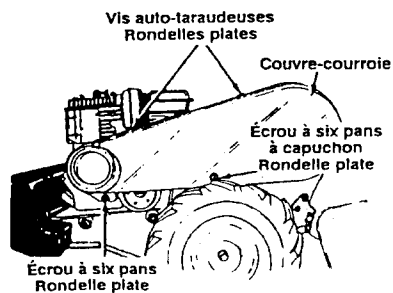

FIGURE 16
Pour régler la commande des gaz, desserrez ou serrez l'écrou à oreilles jusqu'à ce que la manette de commande bouge en présentant une légère résistance tout en restant à la position voulue quand le moteur tourne. Voir la figure 16.
2. Démontez le couvre-courroie du côté gauche du motoculteur comme suit. Voir la figure 16.